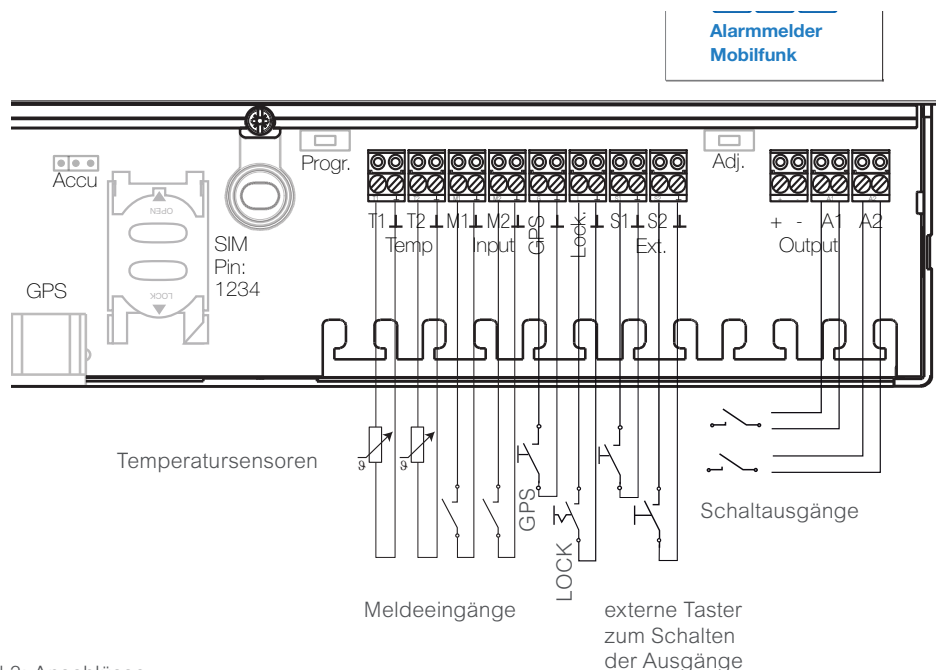

Bild 3: Anschlüsse
- 6 Schließen Sie ggf. Leitungen für die Temperatursensoren und Meldeeingänge bzw. GPS-Taster, Lockschalter und Taster bzw. Schaltausgänge (Pos. 12, 13, 15 gemäß 10. Kapitel (siehe auch Bild 3)) an.
Schließen Sie externe Taster zum Schalten der Ausgänge und den Lockschalter nach Bedarf und wie in Bild 3 dargestellt an.
Schließen Sie die Temperatursensoren und die Kontakte der Meldeeingänge wie in Bild 3 dargestellt an.